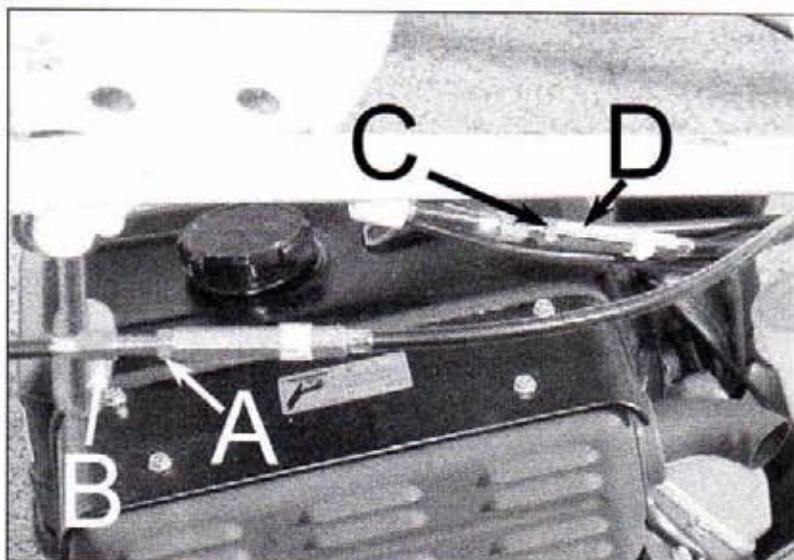

Figure 25
- Dévissez le contre écrou du système de réglage de tension du câble des lames (figure 25, repère C).
- Dévissez l'écrou de réglage de tension du câble de transmission (figure 25, repère B).
- Dévissez le contre écrou du système de réglage de tension du câble de transmission (figure 25, repère C).
- Vissez l'écrou de réglage de tension du câble de transmission (figure 25, repère B).
- Dévissez le(s) contre(s) écrou(s) du système de réglage de tension du (des) câble(s) de direction (figures 25, repère A).
- Vissez l'(les) écrou(s) de réglage de tension du(des) câble(s) de direction (figures 25, repère B).
- Dévissez le contre écrou du système de réglage de tension du câble de transmission (figure 25, repère A).
- Dévissez l'(les) écrou(s) de réglage de tension du(des) câble(s) de direction (figures 25, repère B).